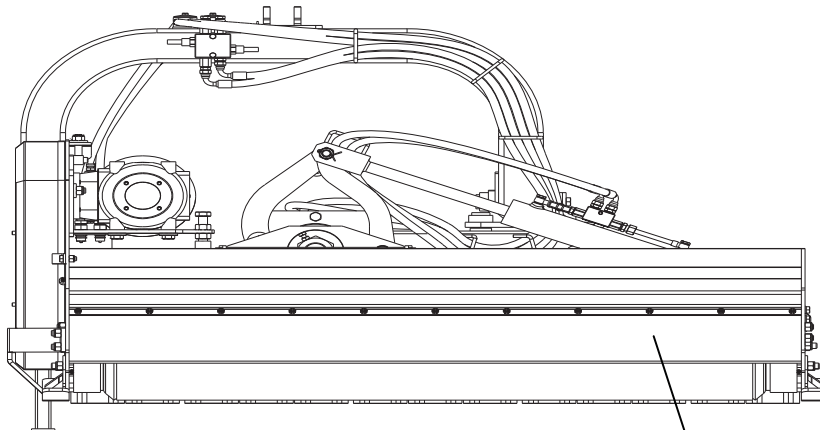

Fig. 5.5
f) PROTECTION EN CAOUTCHOUC (fig. 5.5)